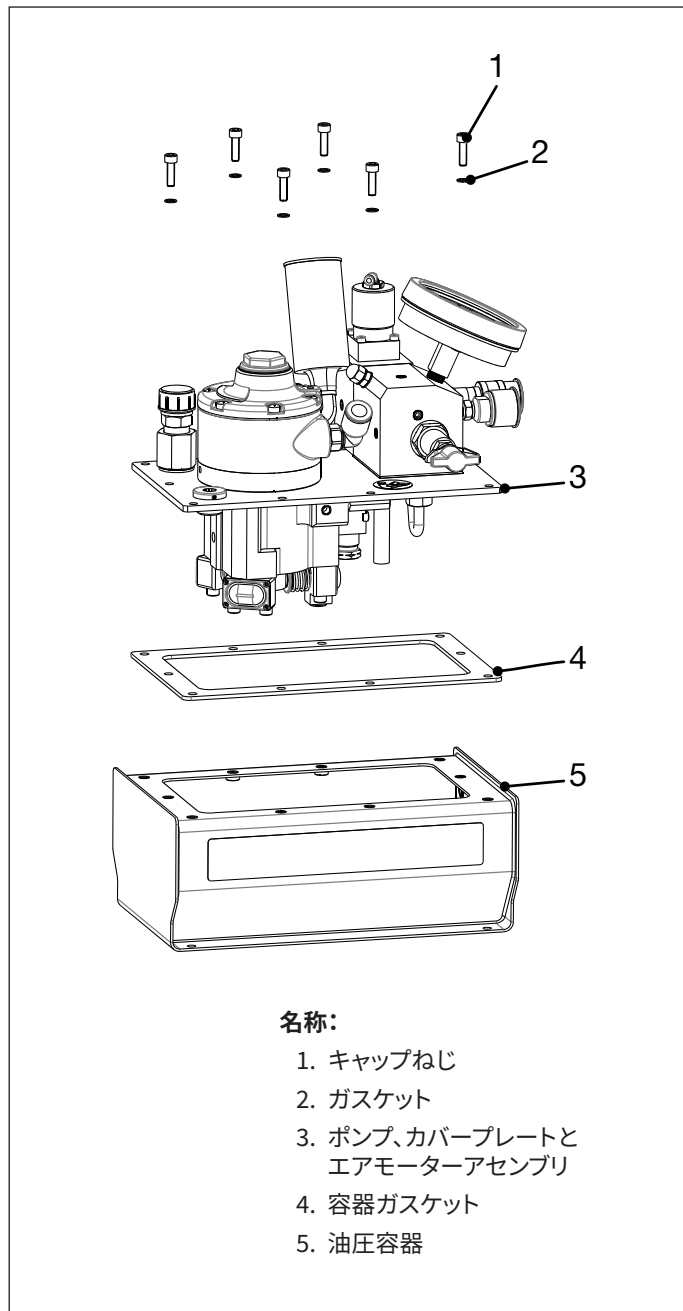

図14: 容器の点検と清掃 (図2/2)
5. ポンプカバープレートを固定している残りの6本のキャップねじとワッシャーを取り外します。カバープレート、油圧制御バルブ、エアモーター、ポンプエレメントを、アセンブリとして全体で容器から持ち上げて外します。図14を参照してください。